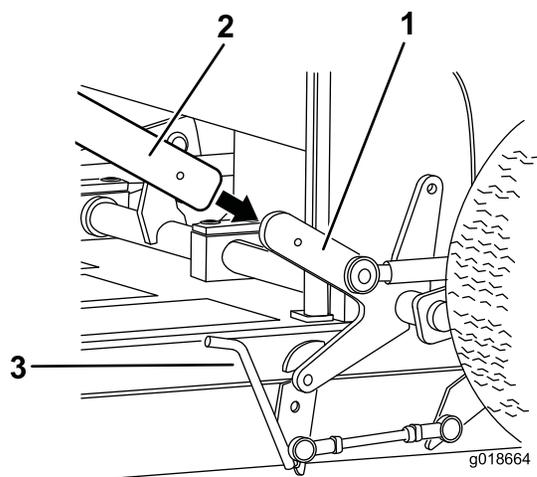

図 9
- B. バーをバータブ（昇降アームアセンブリの左側）に差し込んでリンチピンで固定する（図 9）。